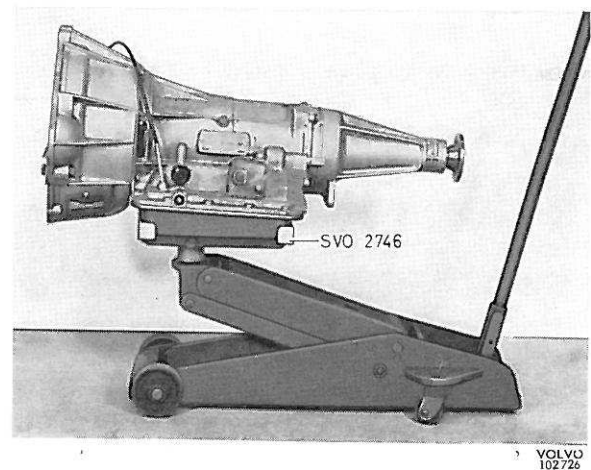

Figure 36. Dispositif de fixation pour boîte de vitesses
5. Poser un cric et le dispositif de fixation SVO 2746 sous la boîte de vitesses, voir figure 36.
8. Déconnecter les câbles électriques du blocage de démarrage. Poser sous la boîte de vitesses un vérin sur lequel on a monté le dispositif de fixation SVO 2746, figure 36. Enlever les vis de fixation du carter du convertisseur. Faire reculer la boîte tout en dégagant la goupille-guide sur le convertisseur. Baisser la boîte et la retirer.